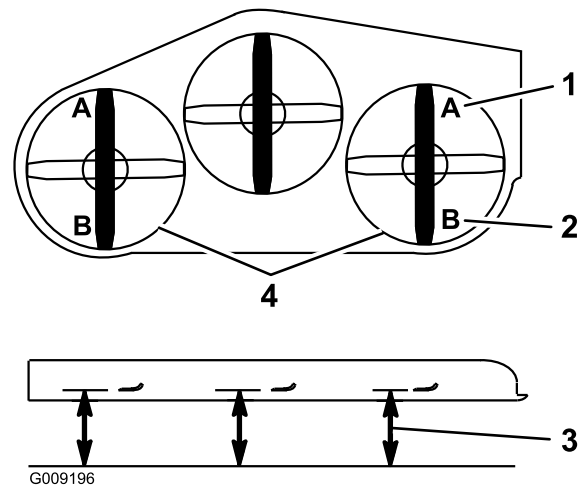

**Figure 87**
5. Enfoncez complètement la pédale de relevage du plateau de coupe pour verrouiller le plateau à la position de transport de 14 cm (Figure 87).